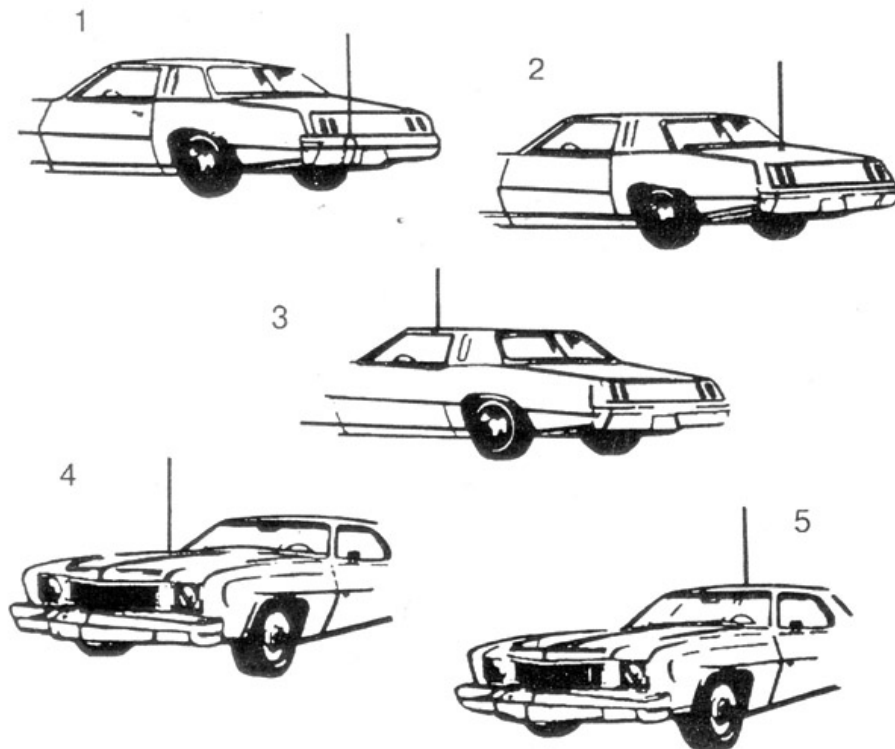

Рис. 3. Типичные места установки автомобильных антенн.
Этап 2. Просверлите два отверстия диаметром 3 мм для каждого винта крепления монтажной панели. Закрепите скобу под приборной панелью прилагаемыми винтами-саморезами (см. рис. 3). Особо внимательно следует сверлить отверстия, чтобы не повредить соединительные жгуты и электронные устройства, расположенные под панелью.
В общем случае имеются два типа антенн для мобильных Си-Би радиостанций - полноразмерный штырь длиной $1/4$ волны (2,75 м) и укороченная согласованная штыревая антенна (от 0,5 до 1,9 м). Из-за большой длины полноразмерных антенн на автомобилях применяются, в основном, укороченные антенны длиной не менее 1,2 м, в различных конструктивных исполнениях с креплением через отверстие в крыше, на кронштейне за отбортовку водостока или на магнитном основании (см. рис. 3).
На рис. 3 показаны пять типичных мест установки автомобильной антенны: (1) задний бампер, (2) задняя крышка багажника, (3) отбортовка для стока воды, (4) капот, (5) крыша.